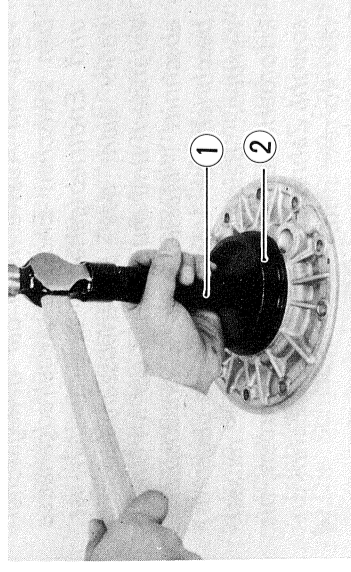

Abb. 8-37
- Mit Hilfe der Spezialwerkzeuge ① und ② einen neuen Simmerring in den Endtriebslagerdeckel eintreiben. (Abb. 8-37)